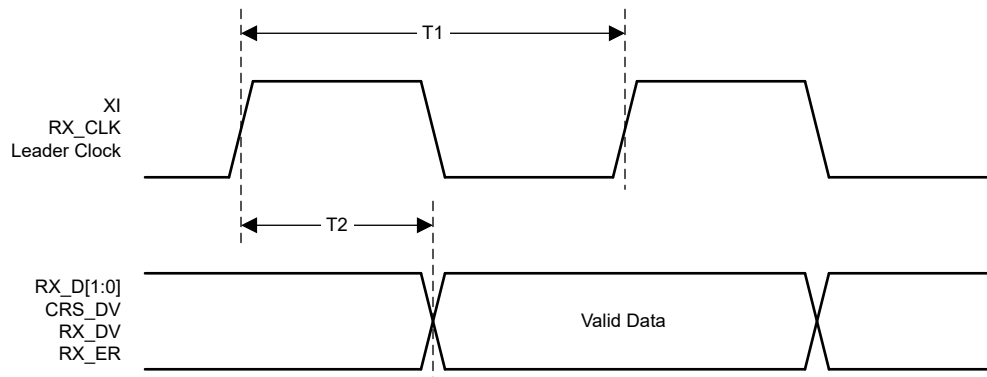

図 6-10. RMII 受信タイミング
- (1) 製造試験、特性評価、設計によって指定済み。
(2) 図 6-10 を参照してください。